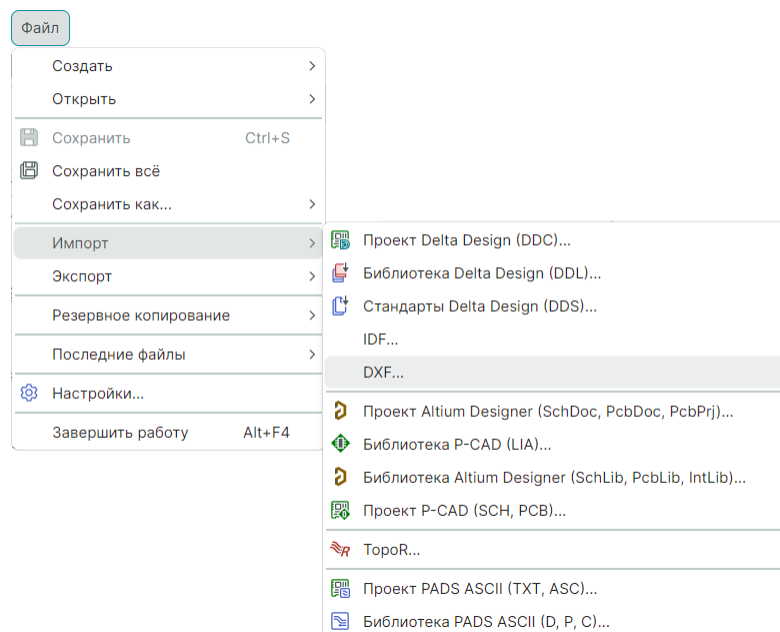

Рис. 17 Вызов импорта из главного меню
2. Используйте раздел главного меню «Файл» → «Импорт» → «DXF», см. Рис. 17.